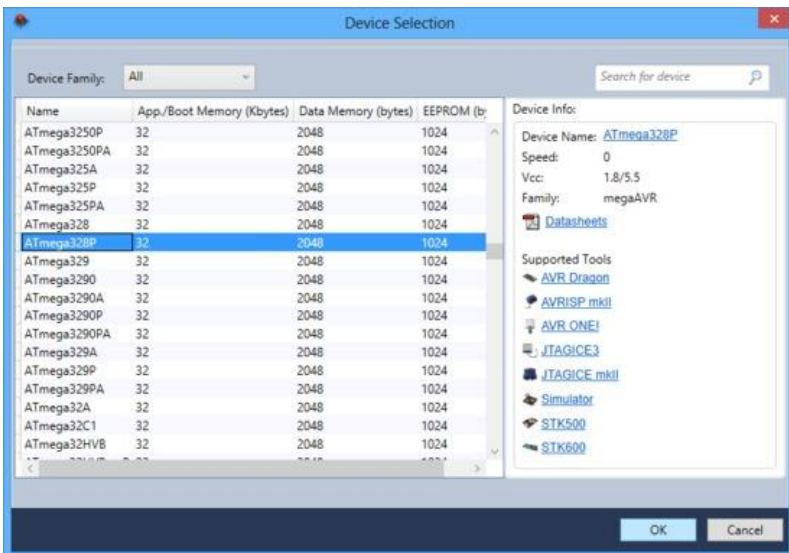

Рисунок 4.2 – Діалогове вікно Device Selection в Atmel Studio 6
2. У вікні Device Selection (рис. 4.2), оберіть ім'я пристрою AVR яке необхідно. Клікніть **ОК** для створення нового проєкту.